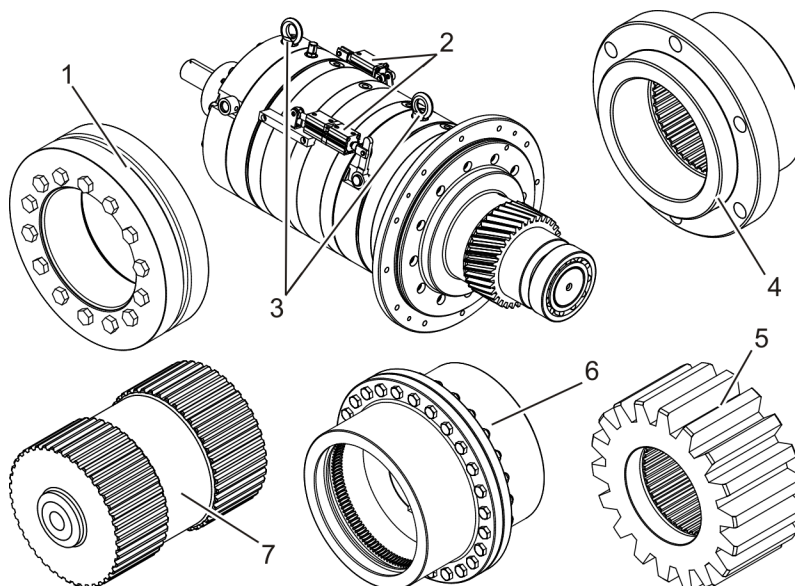

Fig. 21: Accessoires
Il arrive que des vérins pneumatiques soient montés sur les réducteurs de manœuvre de la gamme S (voir p. ex. Fig. 21/2). Des raccordements directs pour l'air comprimé peuvent également être disponibles sur certains réducteurs. L'emplacement et le type des raccordements sont indiqués sur la fiche de cotes ou éventuellement dans une documentation séparée du vérin pneumatique.
- Frettes d'assemblage (Fig. 21/1)
- Vérin pneumatique (Fig. 21/2) pour le changement de vitesse
- Œillets d'élingage pour le transport (Fig. 21/3)
- Brides (Fig. 21/4)
- Pignons (Fig. 21/5)
- Accouplements à dents (Fig. 21/6)
- Arbres d'accouplement (Fig. 21/7)